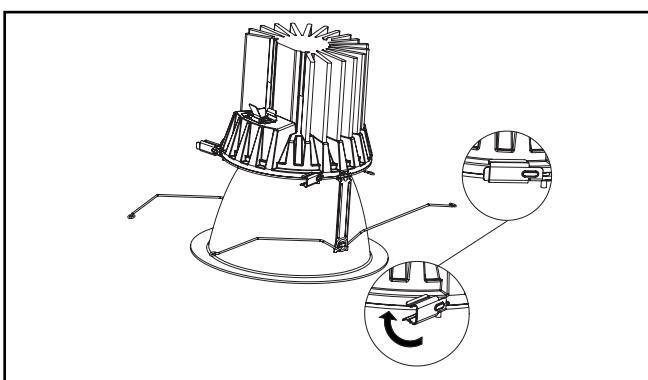

Figura 6
6. Gire los tres (3) clips laterales para sujetar de manera segura el conjunto de la moldura al motor LED (Figura 6.).